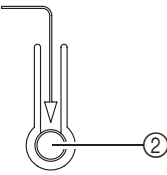

Fig. 2
- ① **Painel de comando (Fig.2)**
- ② **Tecla de funcionamento manual automático (MANUAL AUTO)**